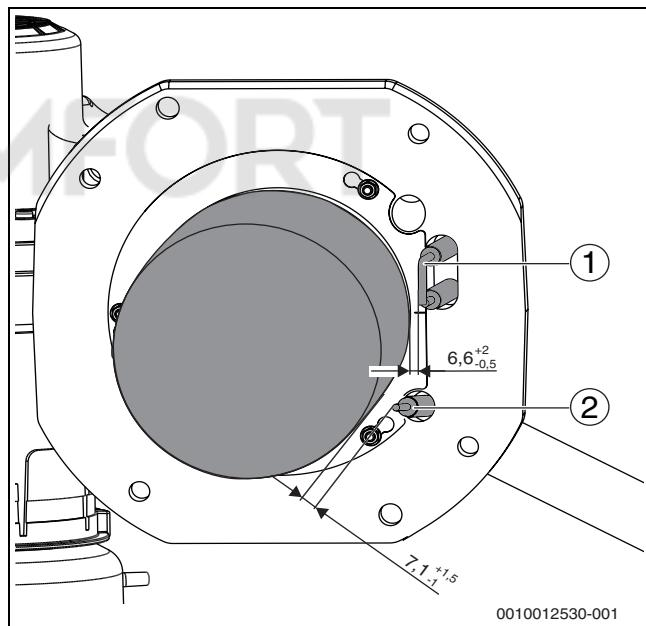

Рис. 63 Положение электродов (размеры в мм)
- Измерьте расстояния между электродами и сравните их со значениями на Рис. 63.